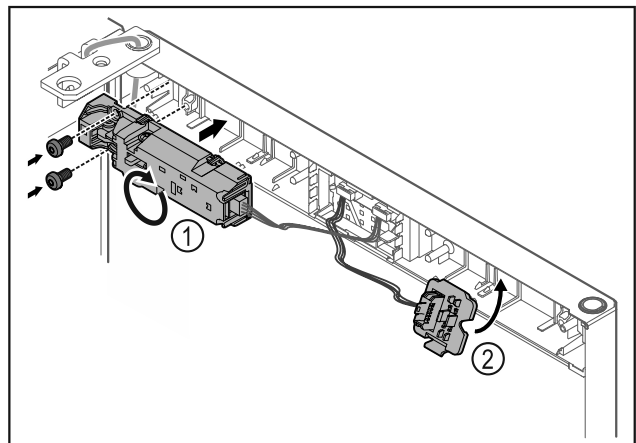

Fig. 24
- ▶ Завъртете дистанционната ключалка Fig. 24 (1) на 180° и я закрепете на противоположната страна.
- ▶ Фиксирайте държача на щекера Fig. 24 (2) от противоположната страна.